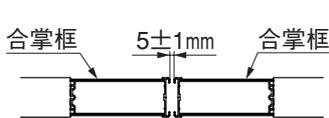

図6-1
②「調整ボルト」をまわして、図6-1、図6-2のようにチリ寸法を $5\pm 1\text{mm}$ に調整してください。